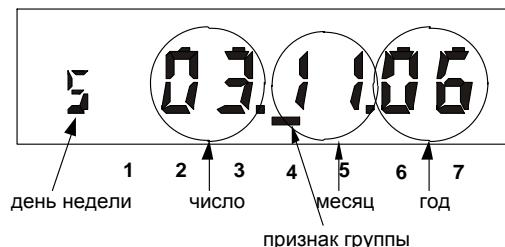

Рисунок 5.5
5.2.4.2 Окно «Текущая дата и день недели» (рисунок 5.5).